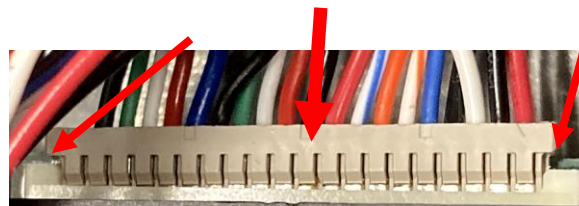

Figura 6.2
4. **Asegúrese de que el conector, que se conecta directamente a la parte posterior de la pantalla táctil, esté completamente insertado en el conector presionando en ambos lados del conector (consulte la Figura 6.2). La foto que se muestra arriba muestra el lado derecho ligeramente fuera del conector. Es posible que sea necesario desconectar y volver a conectar el conector. Ambos lados del conector deben quedar al ras contra el conector de la placa.**